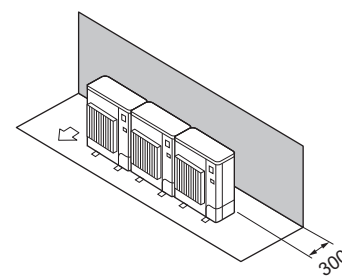

Fig. 2-13
(1) Kun forhindringer bagved (Fig. 2-13)